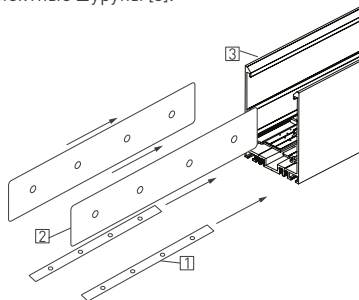

Рис. 5. Установка соединителей в пазы шинпровода
- 3.21. Установите в пазы шинопровода [3] коннекторы SIDE [2] и UP [1] на половину длины и закрепите их установочными винтами из комплекта поставки (см. рис. 5).